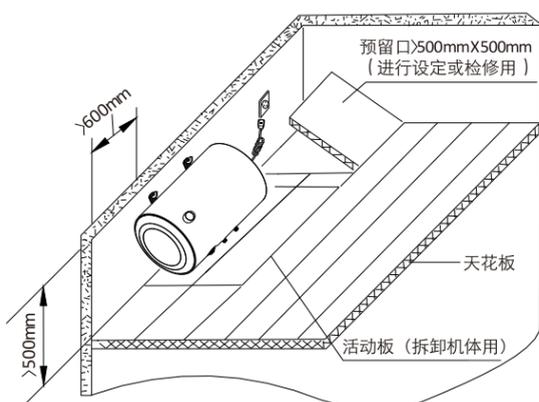

图 3
- 如用户将热水器安装于天花板上时，要留有空间，方便日后维修，天花板上留有透明窗口，便于观察显示。天花板距离墙顶大于 500mm，热水器距离墙顶最好大于 100mm，安装简图如图 3 所示。